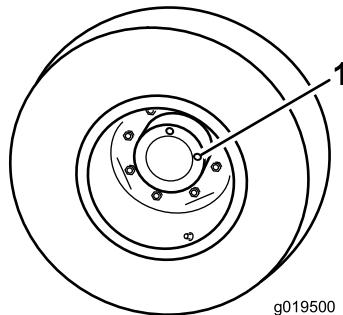

図 103
- 水平な床面で、点検プラグの1つが時計の12時を指し、もうひとつが3時を指すようにマシンを駐車する図 103。
- 3時の位置にあるプラグを外す図 103。